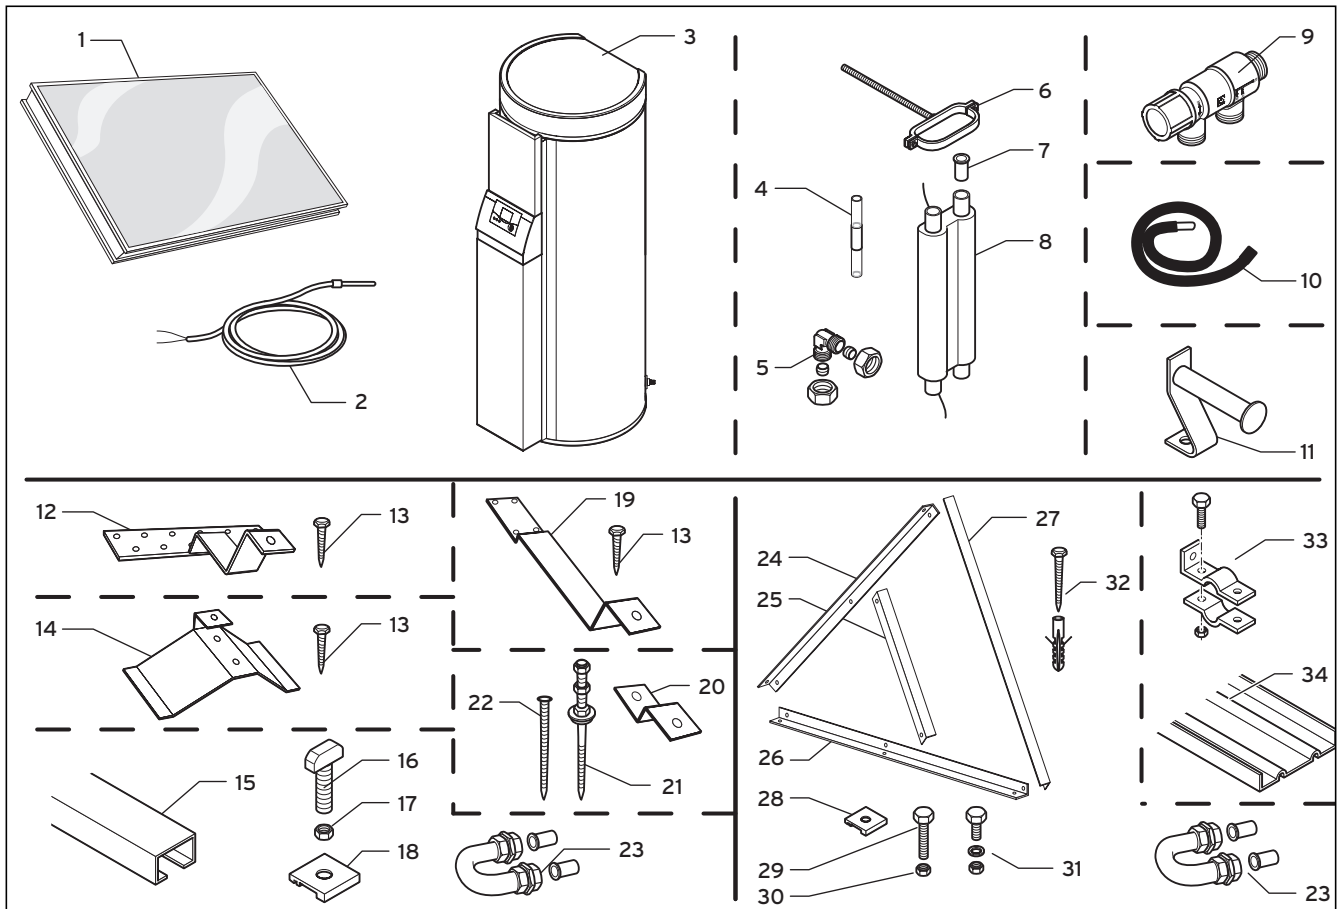

Fig. 2.1 Leveringsomfang og tilbehør til auroSTEP-systemet
Positionsnumrene i de nedenstående tabeller 2.1 til 2.4 henviser til fig. 2.1.
\* Dette sæt indeholder derudover også pos. 1 til 3 (se fig. 2.1).